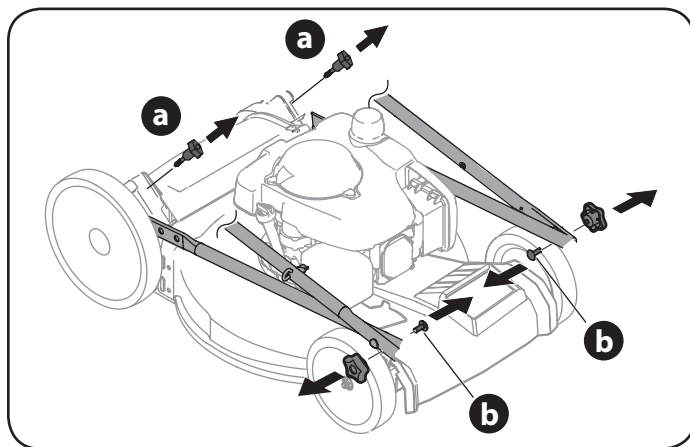

Figura 1
- a. Quite los tornillos y tuercas de mariposa transporte desde el mango como se muestra en la Figura 1. No afloje o quite adyacentes tornillos de cabeza hexagonal.
- b. Si bien la estabilización de cortacésped por lo que no se mueve, pivote asa superior como se muestra en la Figura 1. No engarzado cable mientras levanta la palanca hacia arriba.